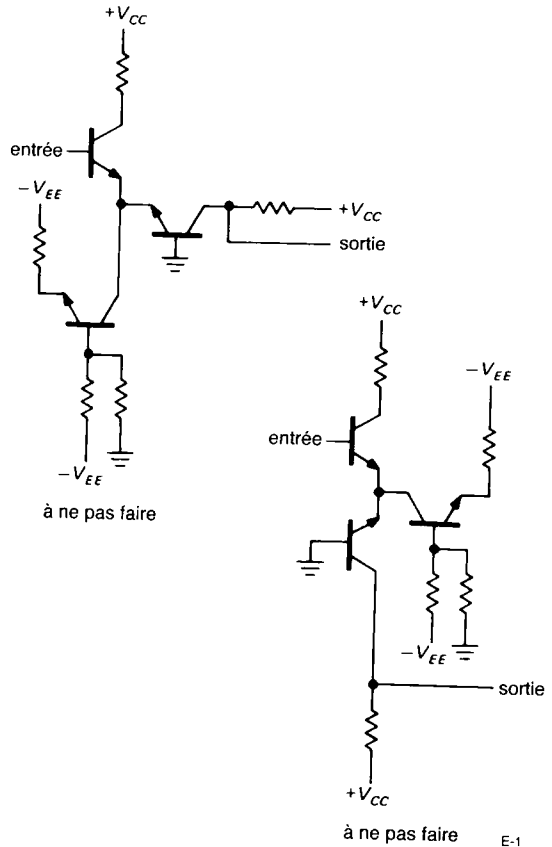

Figure E1
2. Un bon schéma explicite le fonctionnement du montage. Aussi, *séparez* bien les fonctions les unes des autres, sans avoir peur de laisser des surfaces blanches, n'essayez pas de couvrir la feuille. Il existe des dispositions conventionnelles pour représenter les éléments ; ne dessinez pas, par exemple, un amplificateur différentiel comme à la figure E1, personne ne comprendrait ce que vous avez voulu faire. Ainsi, on a coutume de représenter un bistable en plaçant les entrées et l'horloge à gauche, la mise à un au-dessus, la mise à zéro en bas et les sorties à droite.